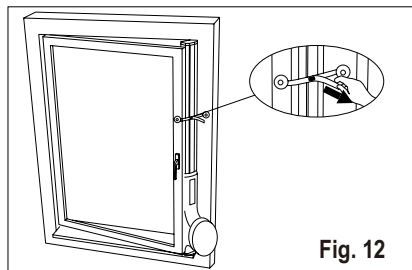

Fig. 12
3. Tryck tillbaka låsspaken för att fixera längden på skjutfönstersatsen, stäng sedan fönstret och kläm fast fönstersatsen mellan fönstret och fönsterkarmen för att säkra fönstersatsen, dra av skyddsfilmen av flikarna på baksidan av ankaret och fäst på fönsterkarmen, sätt sedan fast remmen (Fig. 12).